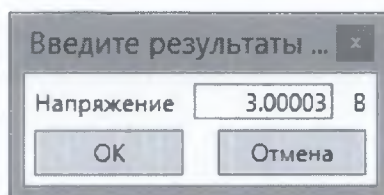

Рисунок 7.3.8
7.3.4.13 Перевести калибратор-вольтметр в режим измерений напряжения переменного тока. Нажать кнопку «Измерить», после окончания измерений нажать кнопку «Ввести измеренное СКЗ». В появившемся окне ввести измеренное калибратором-вольтметром СКЗ напряжения переменного тока (рисунок 7.3.8). Нажать кнопку «ОК».